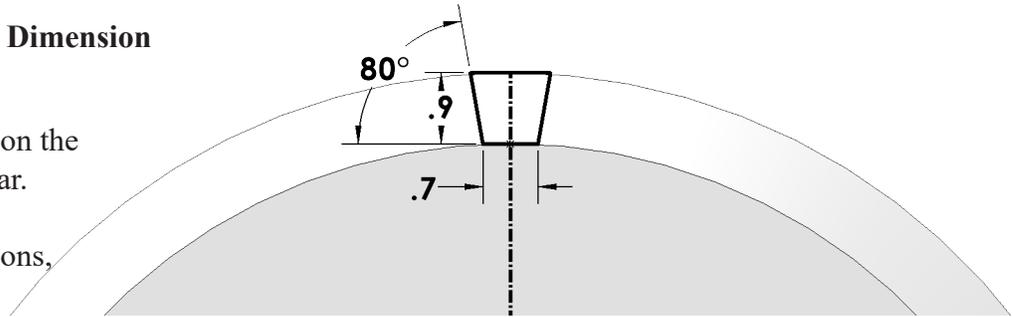

Fig. 13
Step 11. Add dimensions, **Fig. 13.**